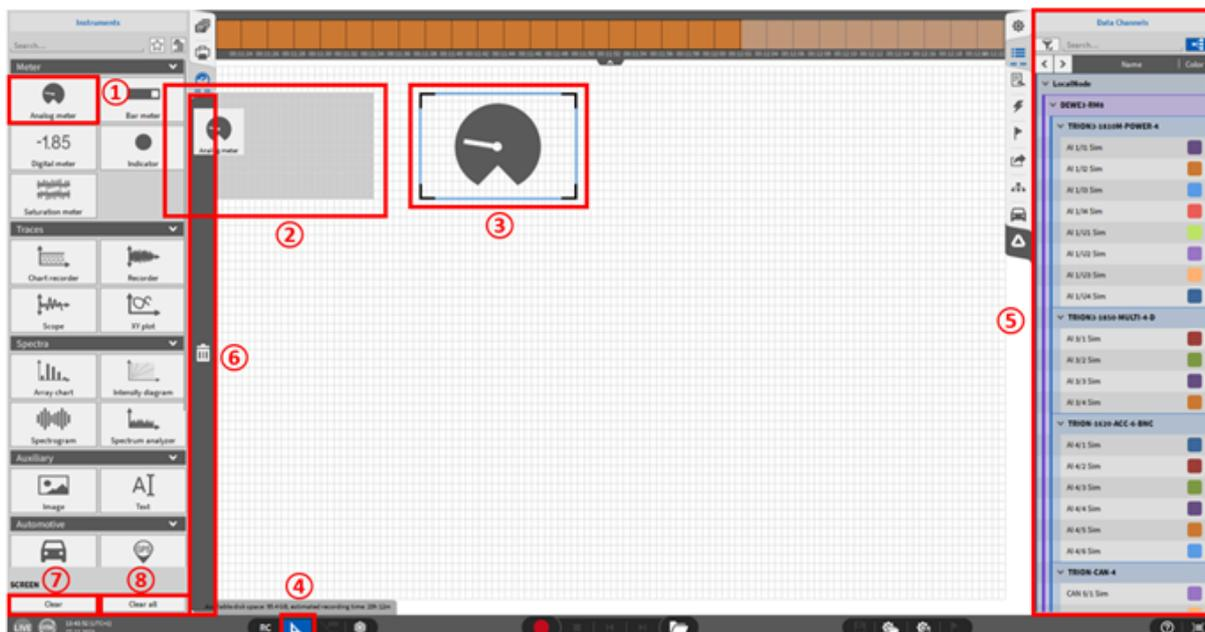

Abb. 8.1: Hinzufügen von Instrumenten zum Messbildschirm
Um ein Instrument zum Messbildschirm hinzuzufügen, klicken Sie auf das *Instrumenten*-Menü und öffnen Sie es in der Übersichtsansicht während ein Messbildschirm sichtbar ist. Klicken Sie auf das gewünschte Instrument (①) und ziehen Sie es auf den Messbildschirm (②) an die gewünschte Position (③). In Abb. 8.1 wird eine Analoganzeige auf den Messbildschirm gezogen. Der Design Modus wird automatisch aktiviert, wenn ein Instrument hinzugefügt wird. Dies kann auch am grauen Raster und am blau markierten *Design Modus Button* (④) erkannt werden, womit der *Design Modus* auch aktiviert und deaktiviert werden kann. Im *Design Modus* kann die Position und die Größe der Instrumente